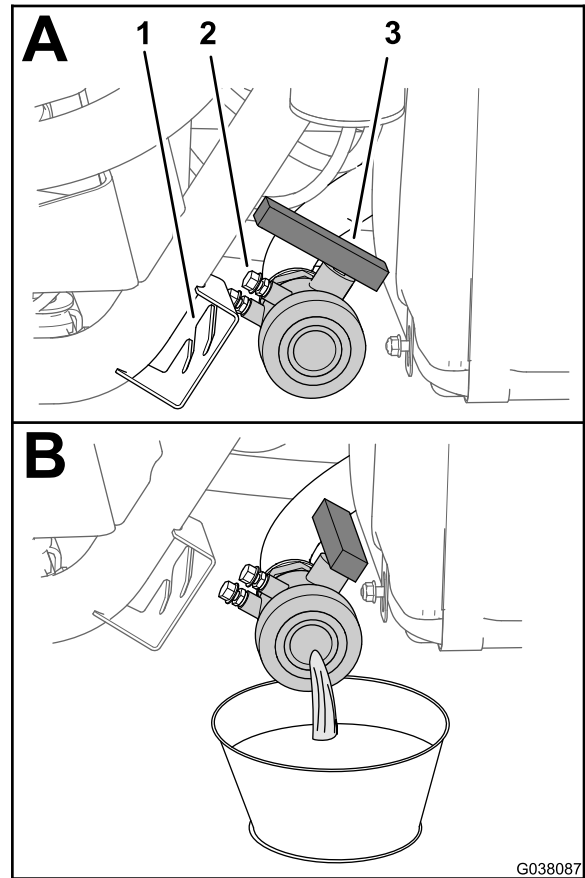

Figura 2
3. Drene el agua del depósito de fumigación (Figura 2); consulte Limpieza del fumigador, en el *Manual del operador* de la máquina.